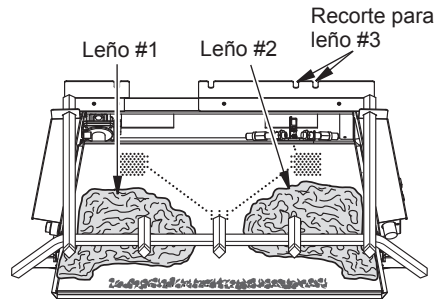

Figura 20 - Instalación de leños #1 y #2
1. Coloque el leño #1 sobre las clavijas en la parte izquierda del quemador. Coloque el leño #2 sobre las clavijas en la derecha del quemador (consulte Figura 20).